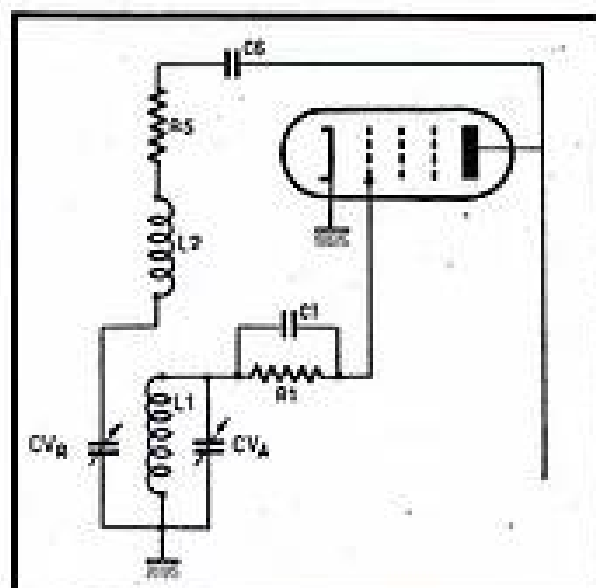

Fig. 61. — On peut également, pour diminuer la réaction, amortir avec une résistance série.
c. — Mettre une résistance en série (R_2 , fig. 61) dans le circuit de réaction, entre L_2 et C_0 , par exemple. Ordre de grandeur : 100 à 500 ohms.